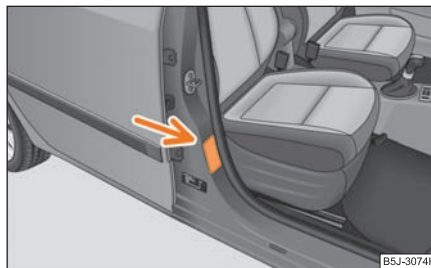

Fig. 159 Autocolant pe stâlpu central al ușilor, partea pasagerului din dreapta
- Asupra acestui aspect atenționează și autocolantul amplasat pe partea dreaptă, pe stâlpu central al ușilor ⇒ fig. 159. Eticheta poate fi observată după deschiderea ușii pasagerului din dreapta. În unele țări, eticheta este lipită și pe parasolarul pasagerului din dreapta.